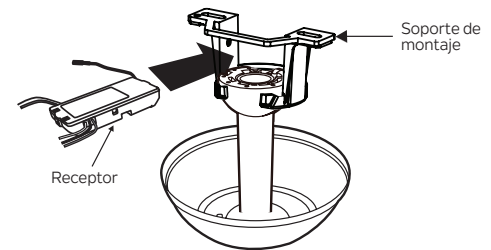

Fig. 13
Paso 1. Inserte el receptor en el soporte de montaje del techo con el lado plano del receptor mirando hacia el techo. (Fig. 13) Para obtener el mejor rendimiento, asegúrese de que la antena negra, en el extremo del receptor, permanece extendida y no enredada con ninguno de los cables eléctricos.